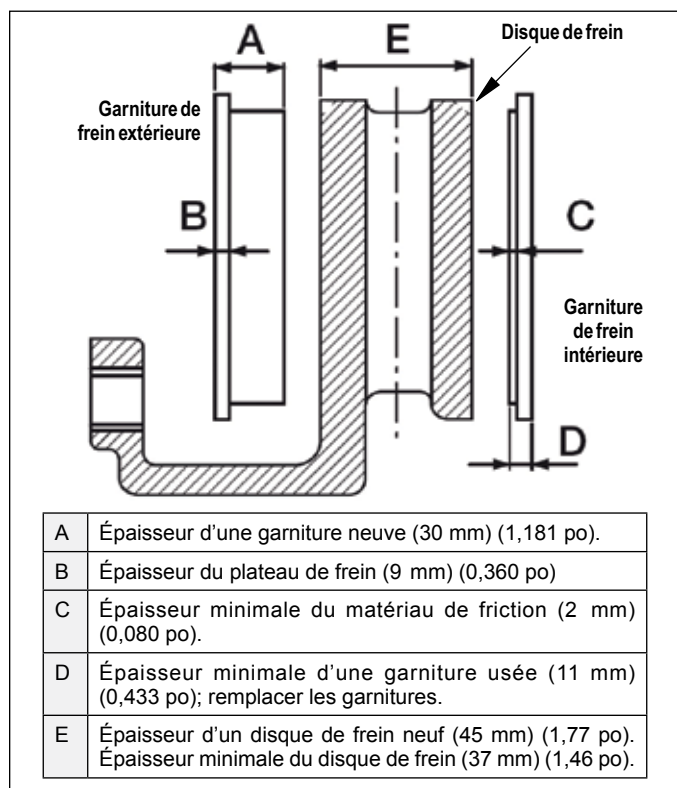

FIGURE 22 - DIMENSIONS DE LA GARNITURE DE FREIN ET DU DISQUE DE FREIN
Consulter la Figure 22 pour connaître les dimensions initiales de la garniture de frein et du disque de frein, ainsi que les dimensions minimales acceptables.
4.3.1 Cf. Figure 22. Si l'épaisseur du matériau de friction (dimension « C ») est inférieure à 2 mm (0,080 po), les garnitures doivent être remplacées.
4.4.1 Mesurer l'épaisseur du disque de frein au point le moins épais (Dimension « E » à la Figure 22). Éviter de mesurer près des bords, car les disques de frein comportent de petites bavures qui pourraient fausser la lecture. Remplacer le disque de frein lorsque l'épaisseur minimale de 37 mm (1,46 po) est atteinte.